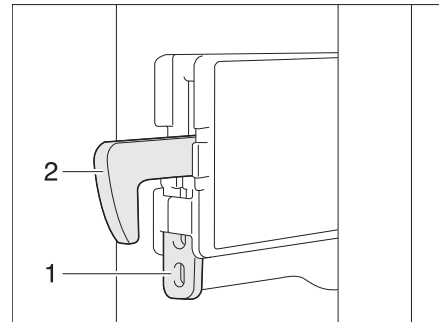

Bild 236 Fixierung Verriegelungshaken
- Die Fixierung (Bild 236,1) nach oben drücken. Der Verriegelungshaken (Bild 236,2) wird nach oben gedrückt und ist außer Funktion.
- Den Verriegelungshaken (Bild 236,2) nach unten drücken. Der Verriegelungshaken ist wieder in Funktion.